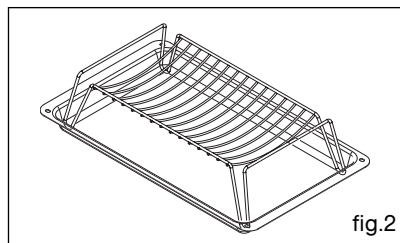

fig.2
• Casseroles réservées à la cuisson basse température (fig.2)
Insérez les deux autres butées rouges dans les emplacements **A** prévus à cet effet (fig.2).
Débranchez le gradin fil (B fig.2) à l'avant en le soulevant (schéma A fig.1). Tirez vers soi l'ensemble du gradin, le soulever afin de décrocher l'attache de fixation arrière (schéma B fig.1). Le sortir des 2 trous (C fig.2) de la paroi catalytique et du moufle du four. Retirez ensuite la paroi catalytique (A fig.2). Remplacez les nouveaux éléments (gradins) en effectuant les opérations inverses.
Dévissez complètement la vis (E fig.2) située en haut de la paroi du fond (D fig.2). Inclinez la paroi vers l'avant afin de la retirer du moufle. Remplacez la nouvelle paroi en effectuant les opérations inverses.